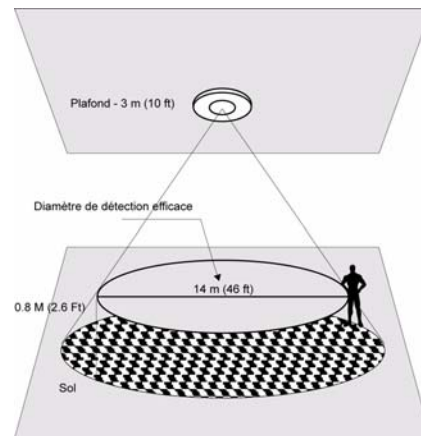

Figure 3 Diamètre de détection du ES1265
- Le ES1265 peut être monté à une hauteur maximale d'environ 5,5 mètres. A 5,5 mètres, la zone de détection du PIR correspond environ à deux fois le diamètre d'une installation à 3m. En augmentant la hauteur de fixation, la distance entre les zones de détection augmente également par rapport à la zone à surveiller. L'effet de plusieurs facteurs, comme la température de la surface du sol et le sens et la vitesse de déplacement de l'intrus, est intensifié. Cet effet peut diminuer la vitesse de détection. Chaque installation doit inclure un test de fonctionnement des zones de détection, notamment des voies d'intrusion au bord des zones. Consultez les Figures 3 et 4 pour obtenir des informations complémentaires.